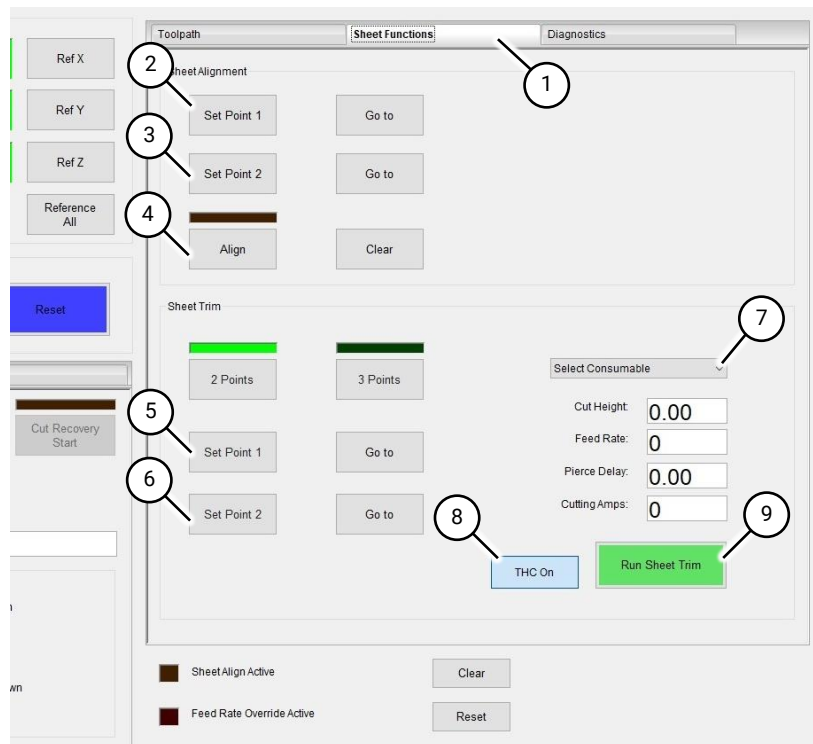

Fig 87 Fonctions de la Plaque
2.1 Sélectionnez l'onglet Fonctions de la Plaque (Fig 87 (1)).
2.3 Appuyez sur le bouton Set Point 1 (Fig 87 (2)). Une boîte de message confirme que le point d'alignement des plaques a été enregistré.
2.5 Appuyez sur la touche Set Point 2 (Fig 87 (3)). Une boîte de message confirme que le point d'alignement des plaques a été enregistré.
2.6 Appuyez sur le bouton Aligner pour régler l'alignement des plaques (Fig 87 (4)).
- 1.3 Sélectionnez "Set Point 1" (Fig 87 (5))
- 1.5 Sélectionner "Set Point 2" (Fig 87 (6))
- 1.10 Ouvrez le menu déroulant des consommables (Fig 87 (7)) et sélectionnez le consommable qui sera utilisé pour la découpe.
- 1.12 Le réglage de la hauteur du chalumeau peut être activé ou désactivé à l'aide du bouton "THC On/Off" (Fig 87 (8)).
- 1.13 Appuyez sur le bouton "Run Sheet Trim" (Fig 87 (9)) pour démarrer le processus de découpe.